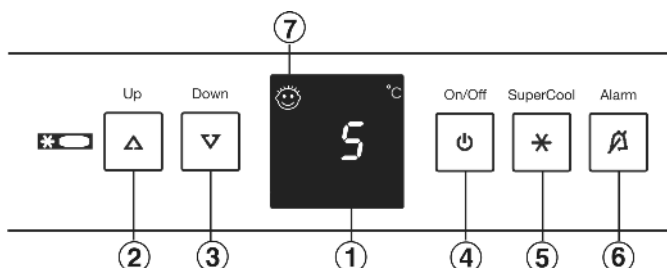

Fig. 2
- ▶ нажмите кнопку On/Off Fig. 2 (4).
- ▶ Активация режима настройки: удерживайте кнопку SuperCool Fig. 2 (5) прибл. 5 секунд.
- ▶ Кнопкой настройки Up Fig. 2 (2) и кнопкой настройки Down Fig. 2 (3) выберите h.
- ▶ Подтвердить: Коротко нажмите кнопку SuperCool Fig. 2 (5).
- ▶ Увеличение яркости индикации: нажмите кнопку настройки Up Fig. 2 (2).
- ▶ Уменьшение яркости индикации: нажмите кнопку настройки Down Fig. 2 (3).
- ▶ Подтвердить: нажмите кнопку SuperCool Fig. 2 (5).
- ▶ Выход из режима настройки: нажмите кнопку On/Off Fig. 2 (4).